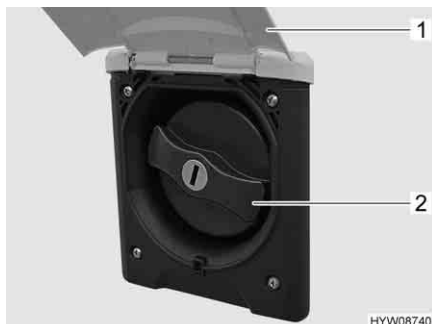

Fig. 71 Coperchio per bocchettone di riempimento dell'acqua potabile
- Sollevare lo sportello esterno (Fig. 71,1).
- Ruotare il coperchio blu (Fig. 71,2) di un quarto di giro.